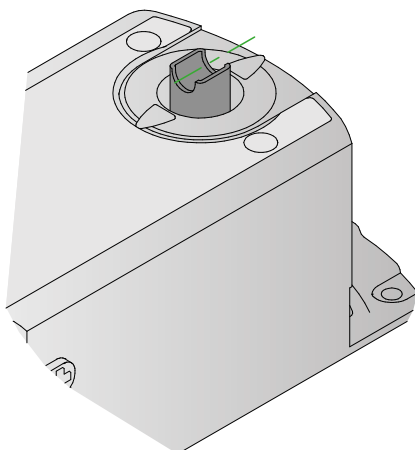

Figure 14. L'encoche dans l'axe du registre indique la position de celui-ci.
- Remarque : Pour le positionnement de la pale du registre et de l'attache, se reporter aux figures 14 et 15.